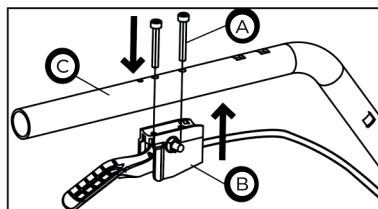

Рис. 4
2) Достаньте комплект рычага дифференциала, выкрутите болты (рис. 4А) из посадочного места (рис. 4В) и установите рычаг на рукоятку (рис. 4С).